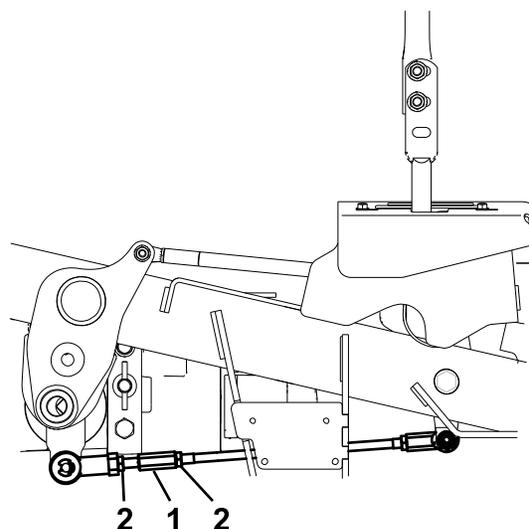

Рисунок 59
10. Отрегулируйте длину штоков управления насосами, повернув гайки в соответствующих направлениях так, чтобы колеса очень медленно вращались в обратном направлении (**Рисунок 59**).